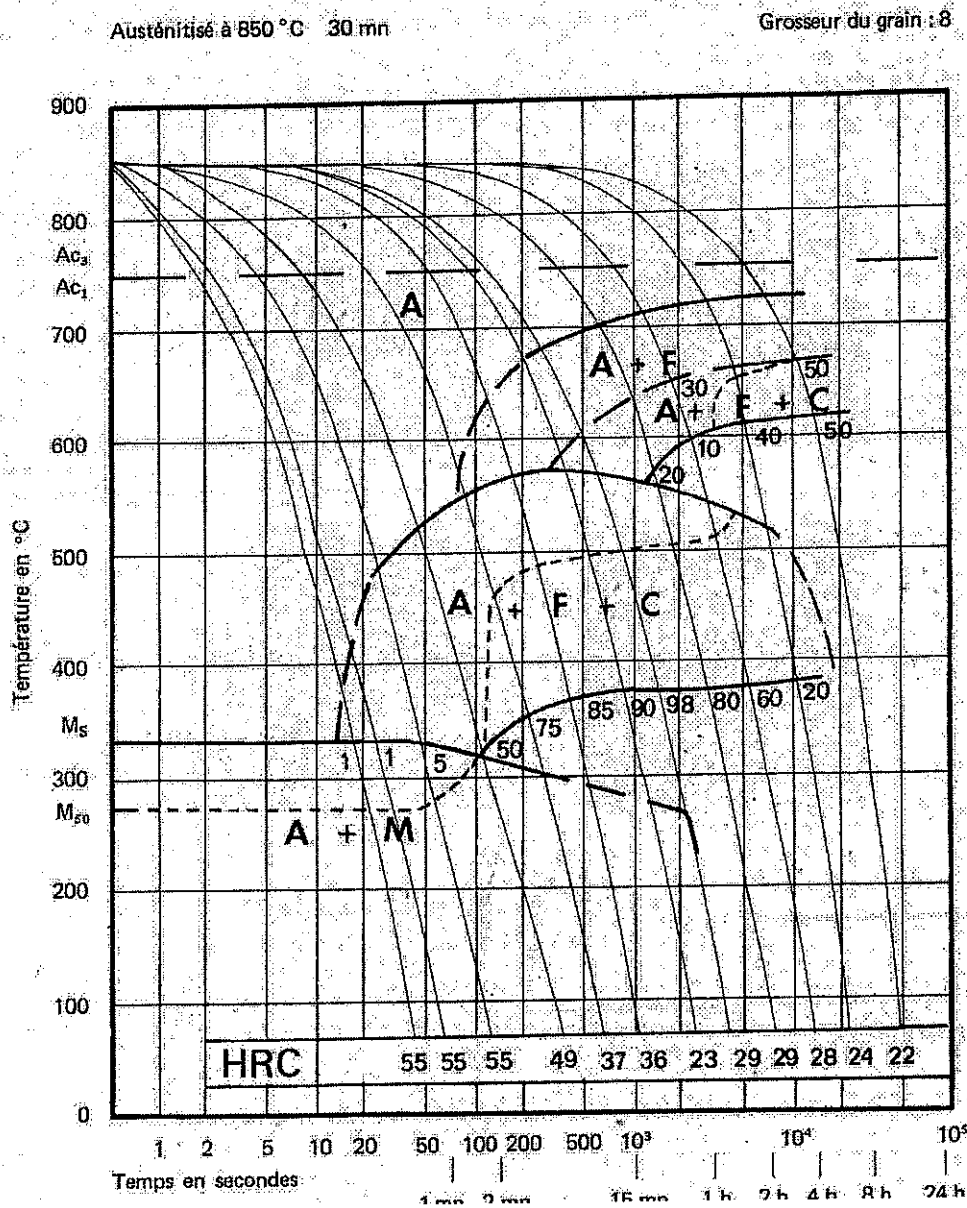

Figure 1 : TRC de l'acier 40 NiCrMo3.
1. On se propose d'étudier le TRC de l'acier 40 NiCrMo3 (composition ?). Identifier les différents domaines présents sur la **Figure 1**. Décrire ce qu'il se passe pour les deux échantillons qui ont été austénitisés à 850°C pendant 30 minutes :